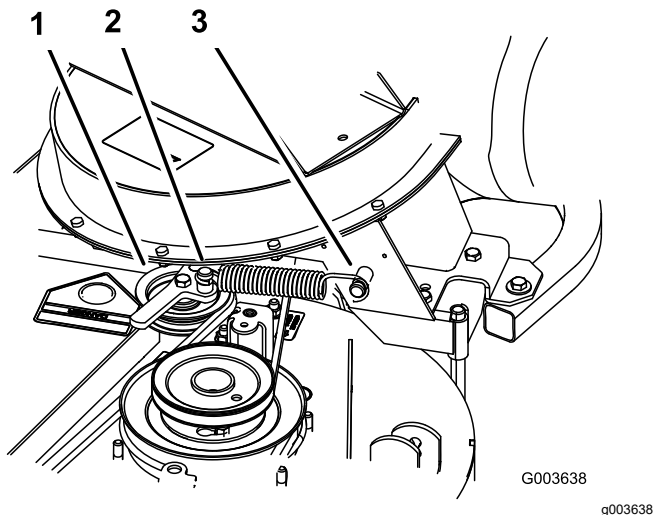

Figure 20
4. Montez le ressort comme montré à la Figure 20.